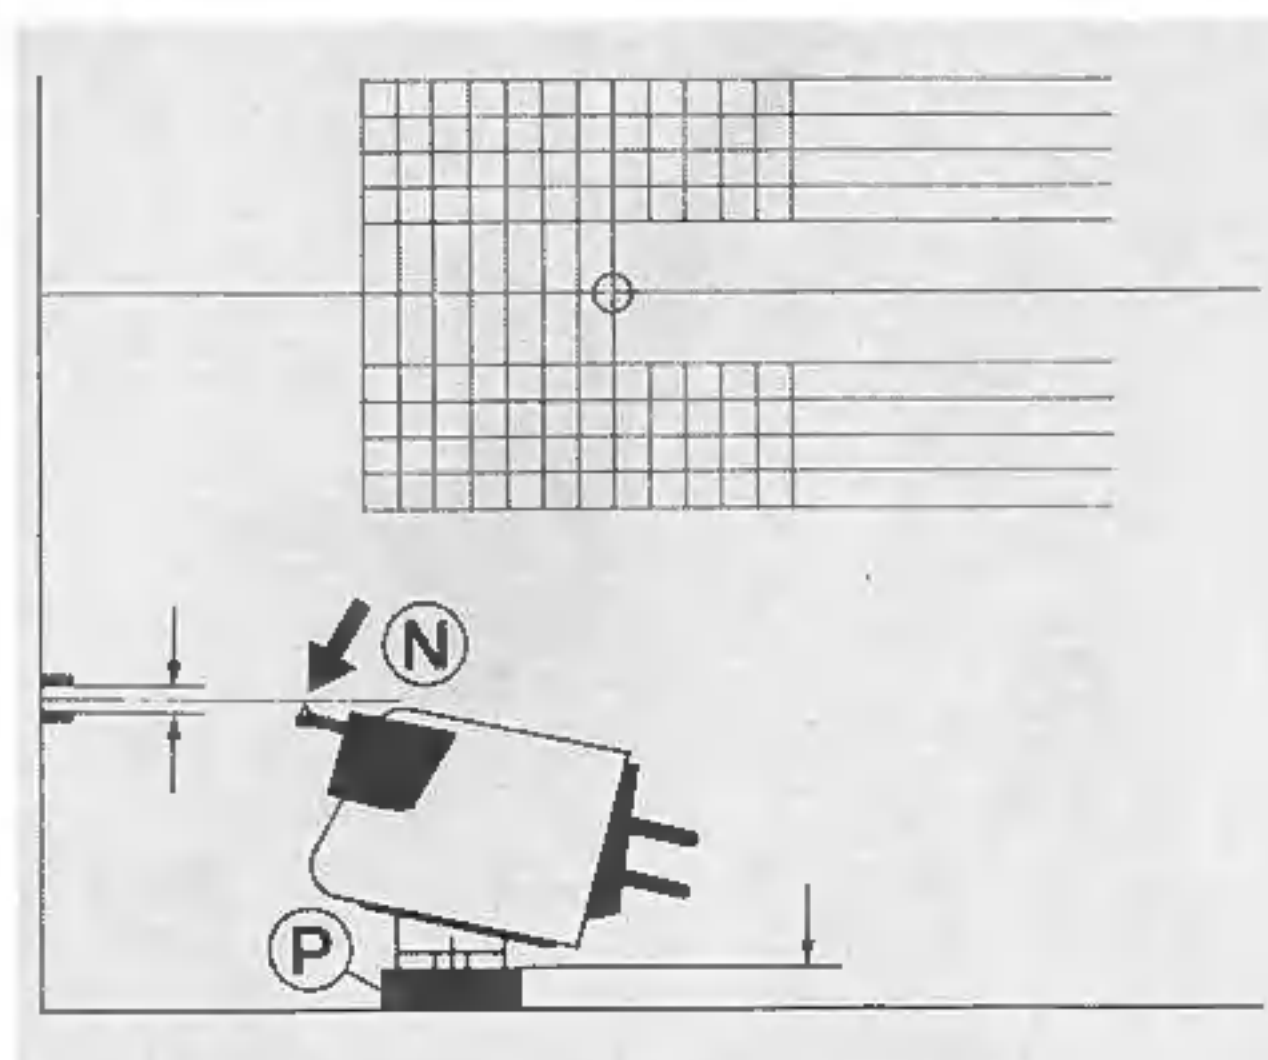

Fig. 11
Legen Sie hierzu das System auf eine gerade Fläche und stellen Sie die Einstellehre dahinter (Fig. 11).
Liegt die Nadelspitze (N) tiefer als die Markierung auf der Lehre (Fig. 11), dann müssen Sie den Höhenunterschied mit den Unterlegplättchen ausgleichen. Im Beipack befinden sich Plättchen mit der Stärke 1,0; 1,5; 2,0; 2,5; 3,0 und 3,5 mm.
Legen Sie die entsprechenden Plättchen (P) unter das Tonabnehmersystem (Fig. 11), bis die Nadelspitze auf gleicher Höhe ist, wie die Markierung auf der Einstellehre.